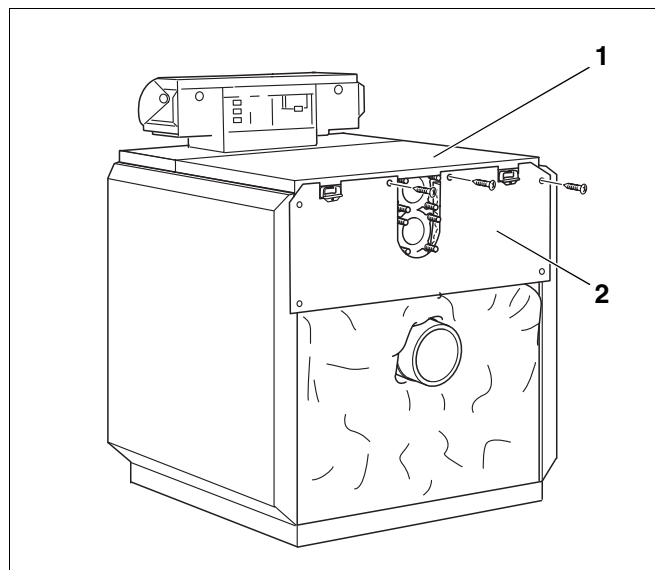

Fig. 39 Montaj – partea de sus a peretelui posterior
- Partea de sus a peretelui posterior (fig. 39, **poz. 2**) se fixează cu șuruburi de partea din spate a capacului (fig. 39, **poz. 1**) și de pereții laterali.